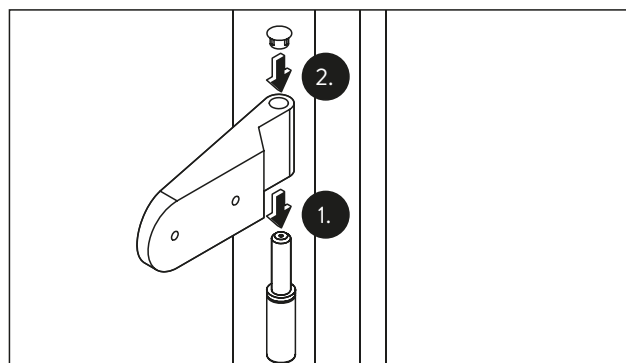

Abb. 21 Mounting the door hinges
1. Put the door hinges onto the frame pivots (Fig. 21).
2. Put the caps on (Fig. 21).